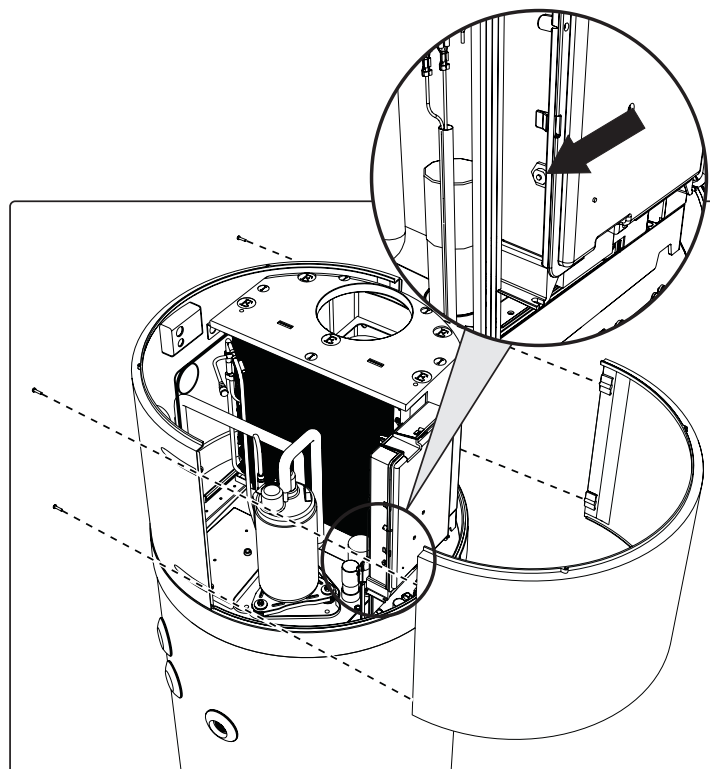

fig. 42 - Remoção do painel frontal
- Remova o painel frontal e reponha manualmente o termostato de segurança acionado (fig. 42). No caso de intervenção, o pino central do termostato fica saliente aprox. 2 mm.